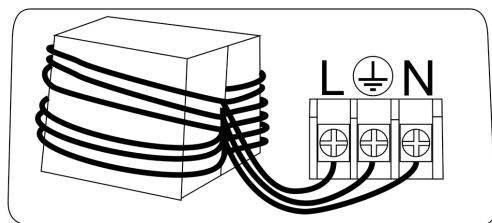

Fig. 5
- Se o dispositivo estiver instalado com o cabo embutido na parede, remova primeiro o parafuso (8) (Fig. 2) da tampa inferior do dispositivo (5) e depois desinstale o cabo original de dentro do dispositivo. O cabo embutido na parede deve ser inserido no interior do dispositivo e conectado, girando a ferrite 4 voltas, ao cabo L (marrom), N (azul) e terra  (amarelo - verde) ao terminal, conforme Fig. 5 Em seguida, a tampa inferior do dispositivo (5) pode ser fechada.